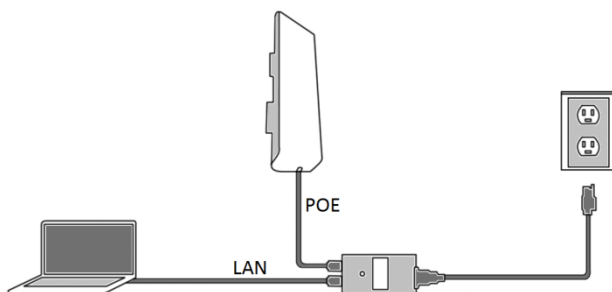

图 1-6 配置 AT-5150 前的接线
2. AT-5150 采用 POE 以太网线供电。产品附件包括一个 POE 电源。将步骤 1 的网线另一端接 POE 电源的 POE。另外请将 PC 的网口和 POE 电源的 LAN 口相连。最后, 如图 1-6 所示。